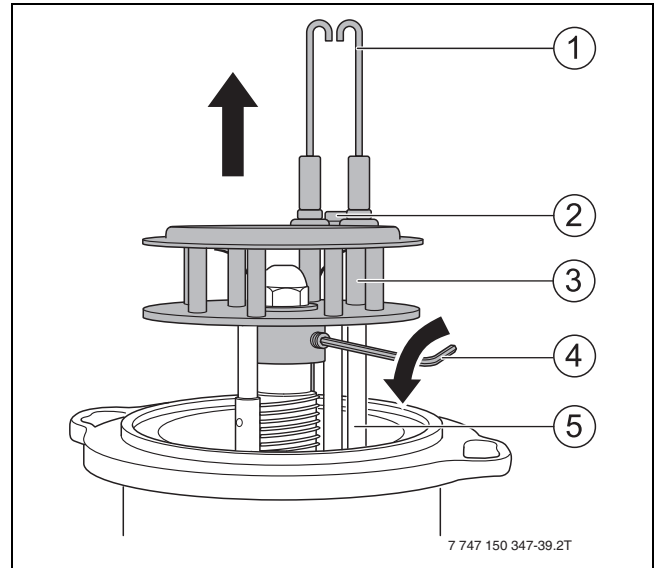

Bild 63 Mischsystem ausbauen
Die Zündelektroden (→ Bild 63, [1], Seite 43) müssen frei von Ablagerungen sein.
- ▶ Schraube (→ Bild 63,[2], Seite 43) zwischen den Zündelektroden [1] lösen.
- ▶ Zündleitungen (→ Bild 63, [5], Seite 43) von den Zündelektroden [1] abziehen.
- ▶ Mischsystem mit Gewindestift (→Bild 63[4], Seite 43) sichern.